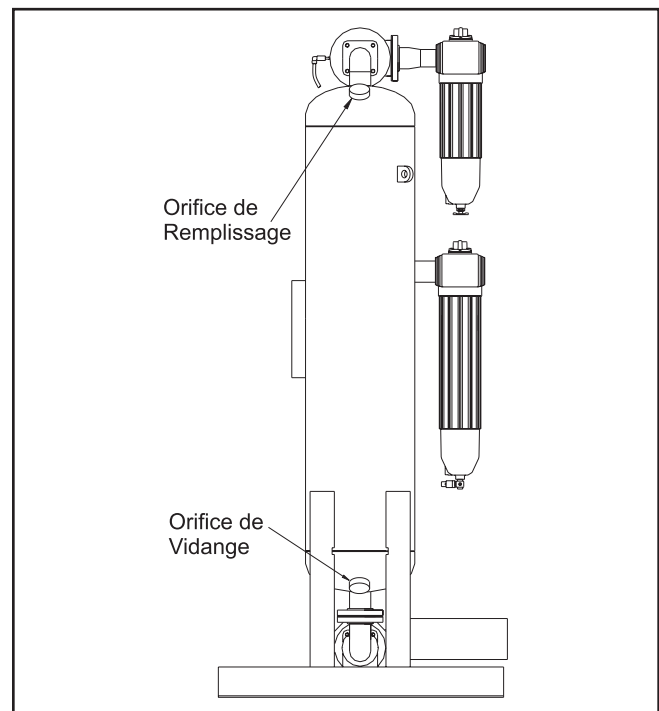

Figure 6
- Retirez le bouchon de vidange (voir la figure 6).